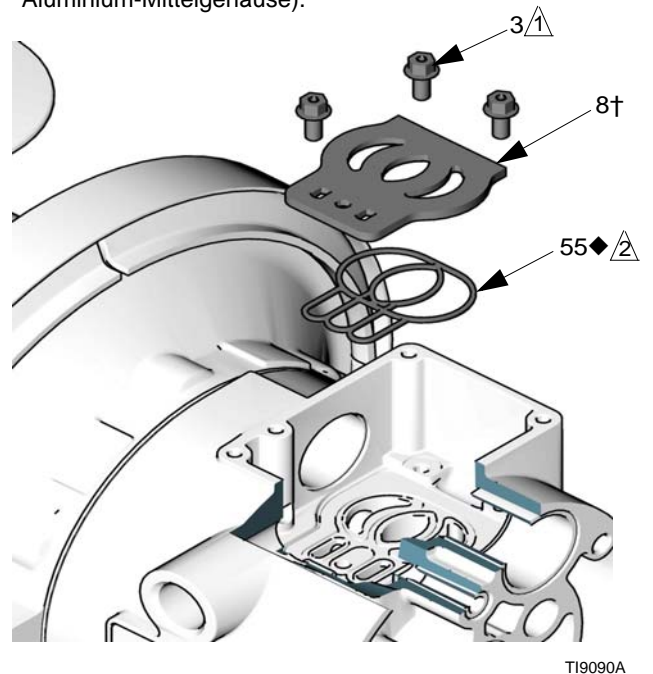

FIG. 8
5. Die Ventilplatte (8) im eingebauten Zustand inspizieren. Ist sie schadhaft, mit einem Torx-Schraubendreher (T20) oder einem 7 mm (9/32")-Steckschlüssel die drei Schrauben (3) ausdrehen. Die Ventilplatte (8) ausbauen. Siehe FIG. 8.
2. An Modellen mit Mittelgehäuse aus Aluminium die Dichtung der Ventilplatte (55◆) in die Nut unten im Ventilhohlraum einlegen. Die gerundete Seite der Dichtung **muss nach unten** in die Nut weisen. Siehe FIG. 8.
3. Die Ventilplatte (8†) mit der Dichtung nach unten in die Kammer einbauen. Die drei Schrauben (3) mit einem Torx-Schraubendreher (T20) oder einem 7-mm-Steckschlüssel (9/32") eindrehen. Festziehen, bis die Schrauben am Gehäuse anstoßen. Siehe FIG. 8.